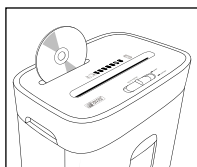

Fig. 9
Inserire il CD centralmente dall'alto nell'apertura di taglio CD/carta di credito ❷ (vedi Fig. 9). È possibile inserire solo un CD per volta.